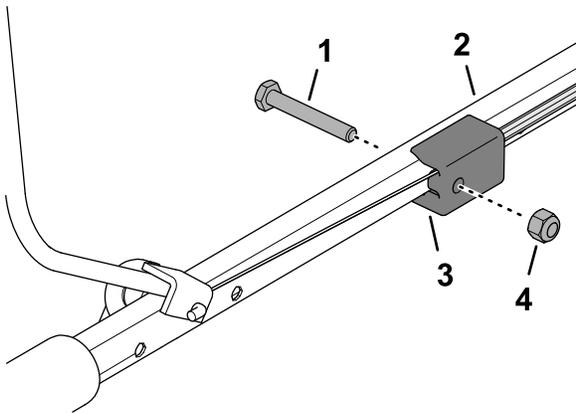

Figura 13
5. Fije el acoplamiento del manillar en el manillar superior (Figura 13) con el perno ( $\frac{1}{4}$ " x  $1\frac{3}{4}$ " ) y la contratuerca ( $\frac{1}{4}$ ").